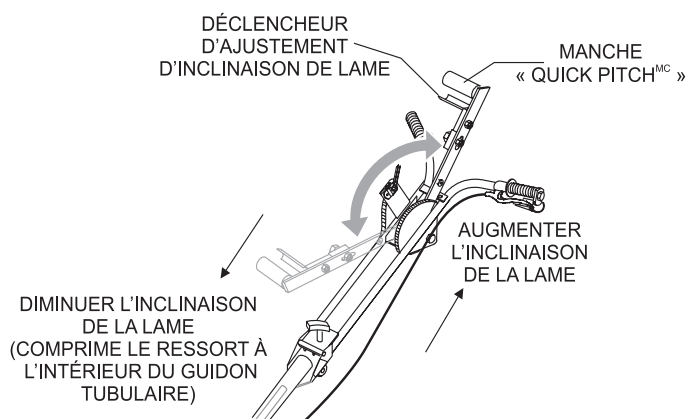

Figure 17. Manche « Quick Pitch(MC) » d'inclinaison rapide
1. Pour incliner les lames vers le haut à l'aide du *manche « Quick Pitch^{MC} » d'inclinaison rapide*, (Figure 17) pressez simplement le verrou de déclenchement et tirez vers l'opérateur. Le fait de pousser le manche vers le moteur causera un aplatissement des lames.